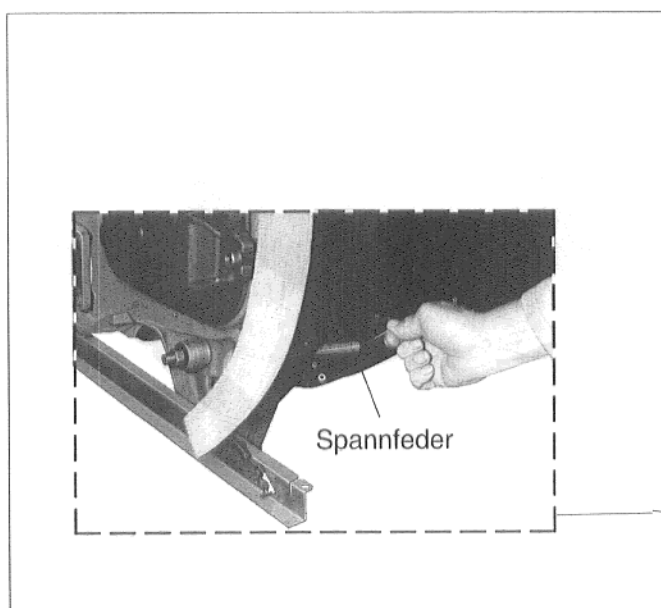
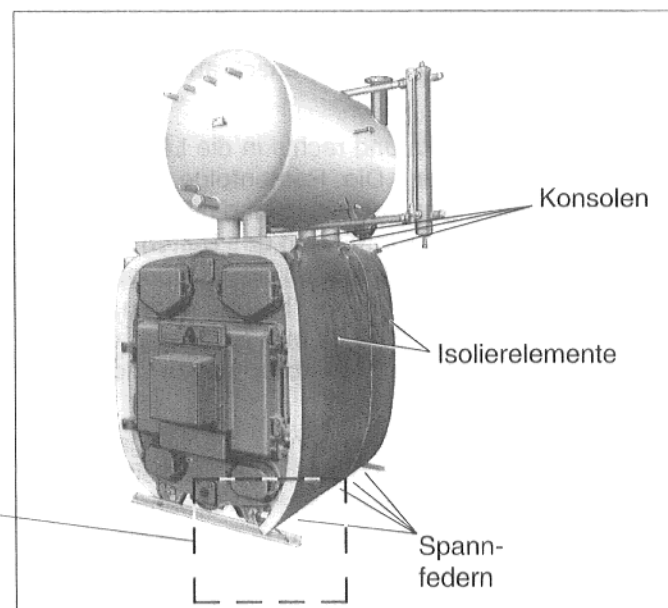

Abb. 39a
Abb. 39
- **Spannfedern nach Abb. 39 und Abb. 39a** in die unteren Ankerstangen links und rechts einhängen. Spannfedern anspannen, Isoliererelemente an den Kesselblock andrücken und die Spannfedern in die Kaschierung der Isoliererelemente einhaken.